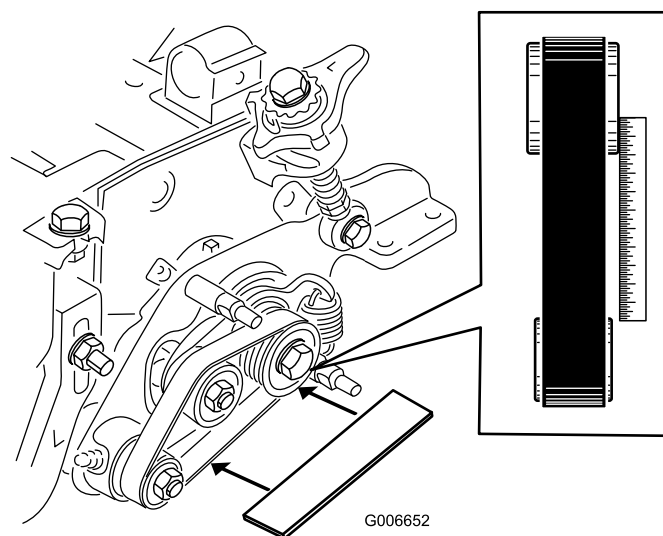

Figura 27
- Appoggiate un regolo sulla superficie esterna della puleggia di comando (Figura 27).